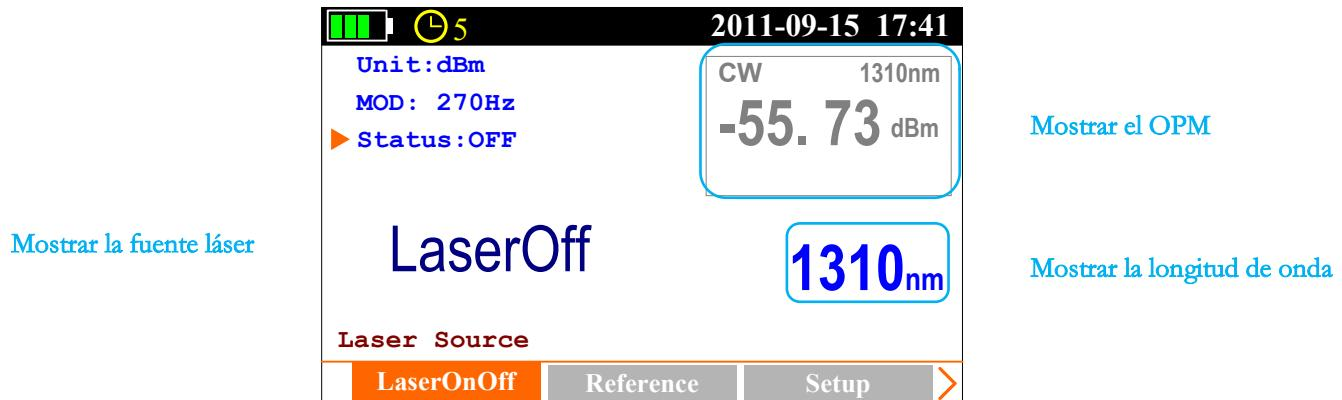

Figura 3.4
A la siguiente interfaz, consulte la Figura 3.4.
- ✚ Prena y a la subinterfaz [LaserOnOff], consulte la Figura 3.4;